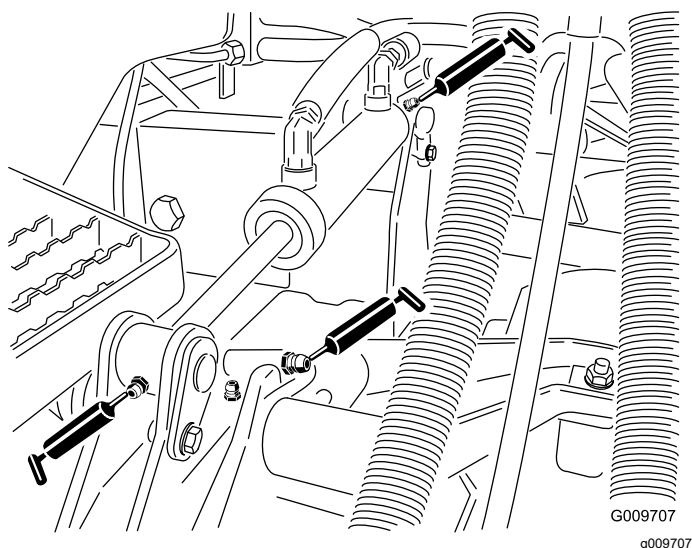

Figura 78
- Casquillos de brazo de elevación (1 por unidad de corte) tal y como se muestra en la Figura 78
- Casquillos de cilindro de elevación (2 por unidad de corte) tal y como se muestra en la Figura 78